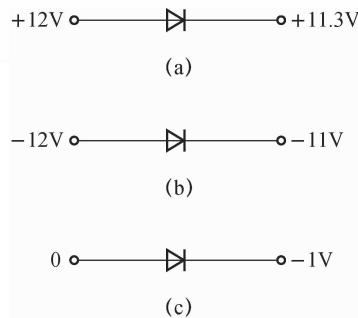

图 1-3 判别二极管偏置状态
(4) 锗二极管比硅二极管的正向电流上升快,正向电压降小,但锗二极管比硅二极管的反向电流大得多,受温度影响比较明显。
**【例 1-1】** 有 3 只二极管,用万用表直流电压挡分别测出这 3 只二极管的正极与负极的对地电位(参考点电位),如图 1-3 所示,试判断这 3 只二极管的偏置状态。
解:要判别二极管是正偏还是反偏,只要记住,二极管正极电位高于负极电位,则二极管正偏,否则反偏。根据上述规则,如图 1-3(a)所示二极管为正偏,如图 1-3(b)和(c)所示二极管均为反偏。